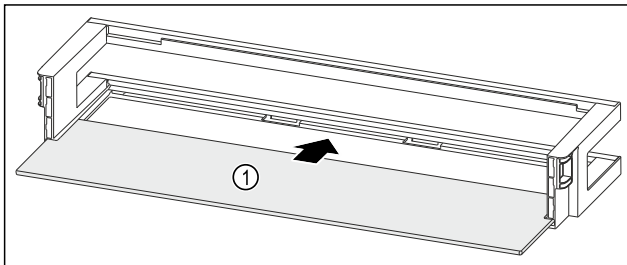

Fig. 87 Balconnet de contre-porte avec tablette de rangement
- Insérer la tablette de rangement Fig. 87 (1) dans les évidements latéraux.